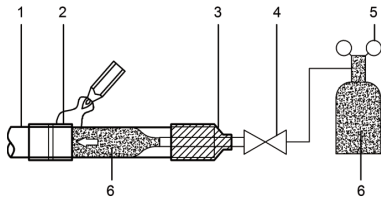

Рис. 6.3
- Если во время пайки труба заполнена азотом, необходимо снизить давление азота до 0,02 МПа с помощью редукционного вентиля. См. рис. 6.3